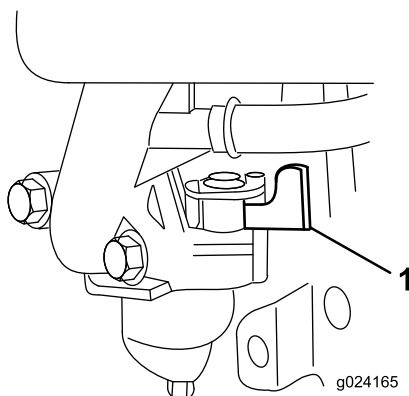

Figura 15
2. Abra la válvula de combustible moviendo la palanca de la válvula de combustible a la **derecha** (Figura 15).
**Nota:** Cierre la válvula de combustible moviendo la palanca de la válvula de combustible (Figura 15) a la **izquierda** a menos que vaya a volver a arrancar el motor en breve.